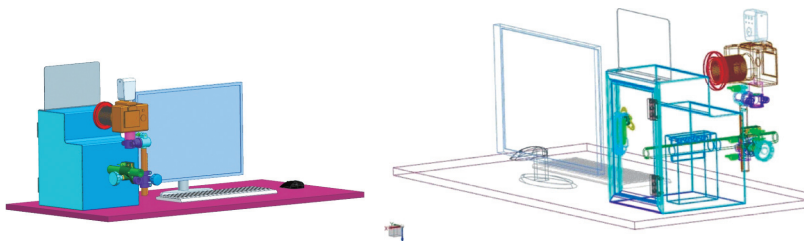

图3 构思思路、设计原理
(4) 实现计算机控制拍照功能 利用EOS Utility拍照软件来控制相机的拍照过程。只需要通过鼠标点击焊缝处对焦,在点击拍摄按钮便可完成拍摄。一次性完成焊缝宏观金相照片的拍照、保存、编号等步骤,并分类存储在计算机里,方便后续的文档编辑工作。具体结构如图3所示。